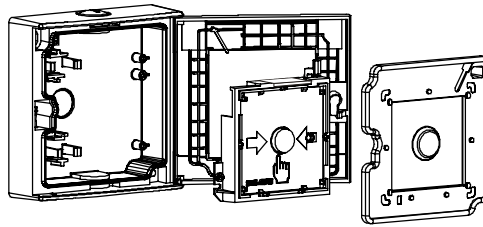

Fig. 5
6. Setzen Sie den Schaltungseinsatz mit den Klemmen nach oben gerichtet ins Gehäuse ein und befestigen Sie ihn mit zwei Schrauben (Fig. 5).